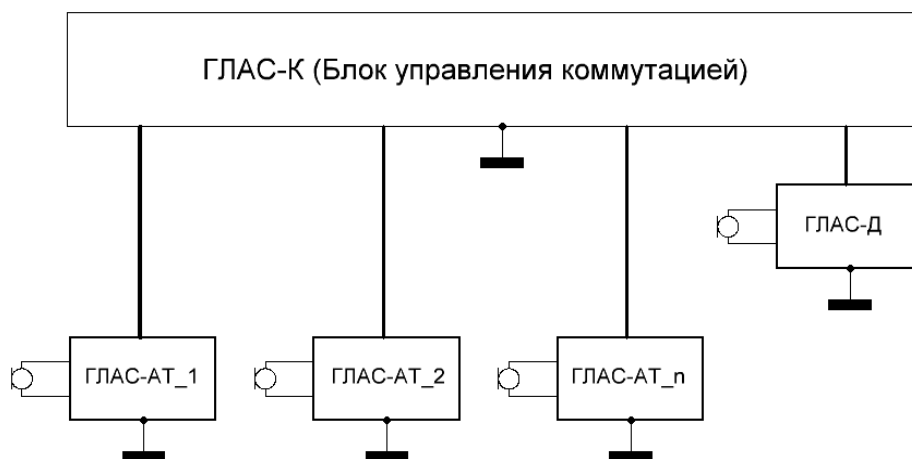

Рис.4. Соединение Звезда (n=1..29).
7.3. Соединение Звезда (Рис.4)